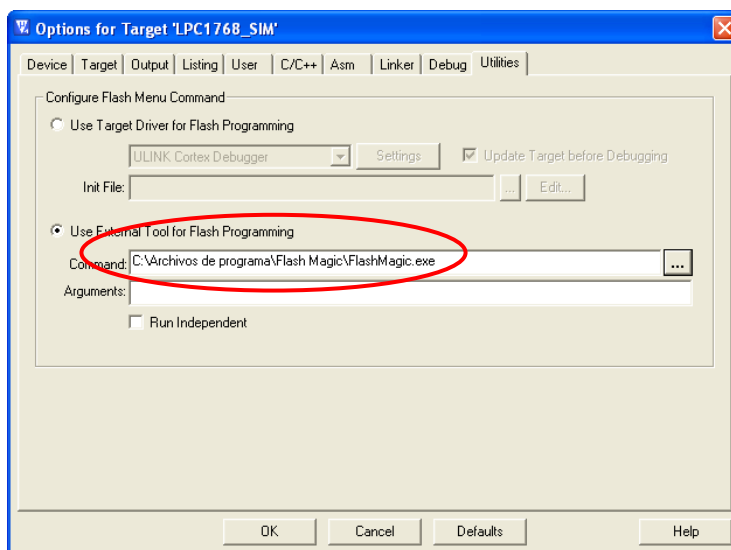

Figura 13. Configuración de la ruta del programa FlashMagic.
5. Pulse desde Keil el icono **LOAD** . Previamente es necesario configurar en la pestaña **Utilities** de las opciones del proyecto, el *path* de acceso al ejecutable (.exe) FlashMagic donde se instaló (figura 13).